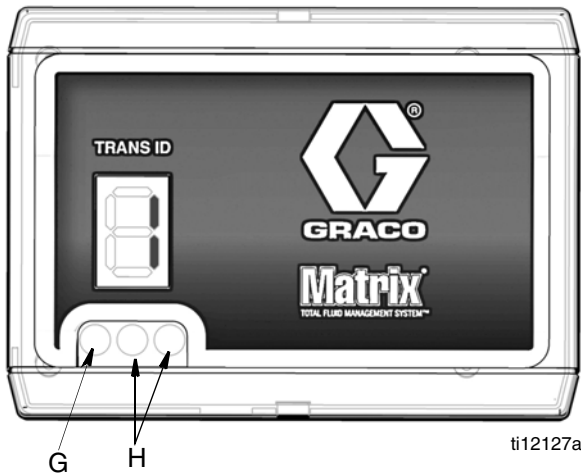

FIG. 7
- La spia di alimentazione verde (G) si illuminerà indicando che il ricetrasmittitore è acceso. Vedere FIG. 7.